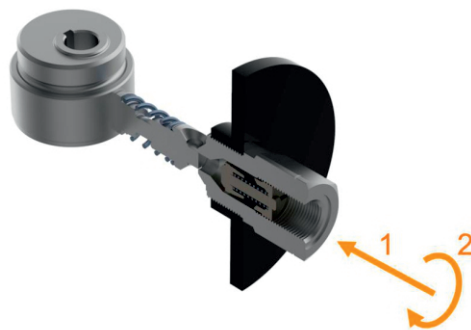

Рис. 15.2 Установка и снятие элемента насоса
1. Вставьте элемент насоса вертикально в отверстие корпуса выхода насоса (рис. 15.2).
2. Затяните элемент по часовой стрелке динамометрическим ключом; установленное значение момента затяжки должно быть не менее 43 Н·м* (рис. 15.2). Это значение задано производителем по умолчанию.